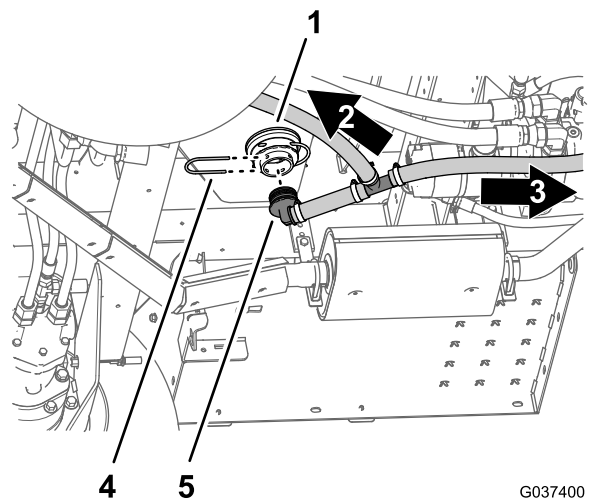

Рисунок 28
2. Снимите прямоугольный шланговый штуцер с переходного штуцера (Рисунок 28).
1. Снимите держатель, который крепит прямоугольный шланговый штуцер, подсоединенный к переходному штуцеру в нижней части бака опрыскивателя (Рисунок 28).